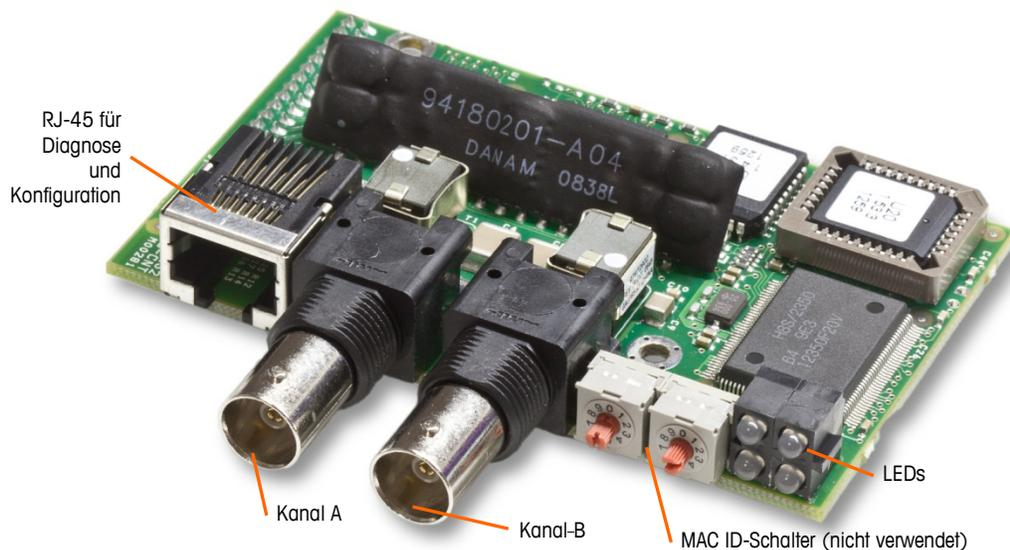

Abbildung 2-1: ControlNet-PLC-Modul mit Komponenten
In Abbildung 2-1 ist das ControlNet-Schnittstellenmodul mit den Komponenten dargestellt.
- Schließen Sie **kein** Ethernet-Kabel an den RJ-45-Anschluss links in Abbildung 2-1 an. Diese Verbindung wird nicht verwendet.